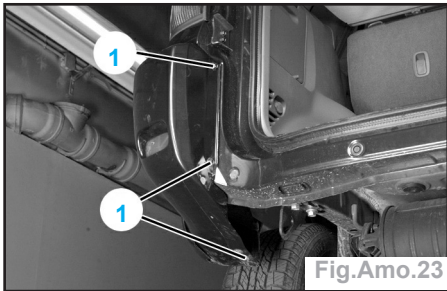

Fig.Amo.23
- Déposer les vis (1 et 2) dont une est située en bout de tournevis (Fig.Amo.23 et 24).